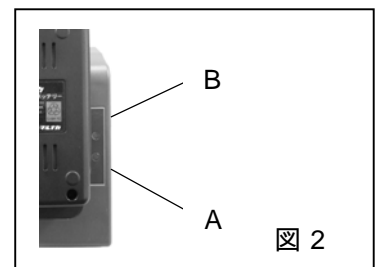

図 2
- ③充電器の充電状態表示灯（図 2-A）が緑色に点滅し、充電を開始します。緑の点滅が点灯に変われば、充電の完了です。
- ④充電時間の目安は、80～90 分です。
- ⑤充電中、もしくは充電式電池を充電器に差し込んだ時点で、充電状態表示灯（図 2-B）が赤く点滅している場合は、充電式電池または充電器の異常です。直ちに充電式電池を充電器からはずし、充電器の電源プラグをコンセントからはずして充電をやめてください。対処方法については、下記「充電器の充電状態表示灯について」をお読みください。
- ⑥充電が終われば充電式電池を充電器から外し、充電器の電源プラグをコンセントからはずしてください。